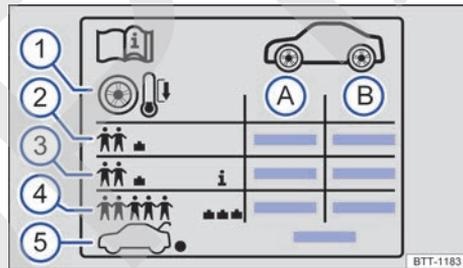

Fig. 203 Símbolos en el adhesivo de la presión de inflado de los neumáticos (representación esquemática).
Datos que figuran en el adhesivo de la presión de inflado de los neumáticos → fig. 203:
En función del vehículo, el adhesivo de la presión de inflado de los neumáticos puede incluir una presión de inflado de confort → fig. 203 (3). La presión de inflado de confort permite aumentar el confort de marcha. Cuando se circula con la presión de inflado de confort, puede que se incremente el consumo de combustible.